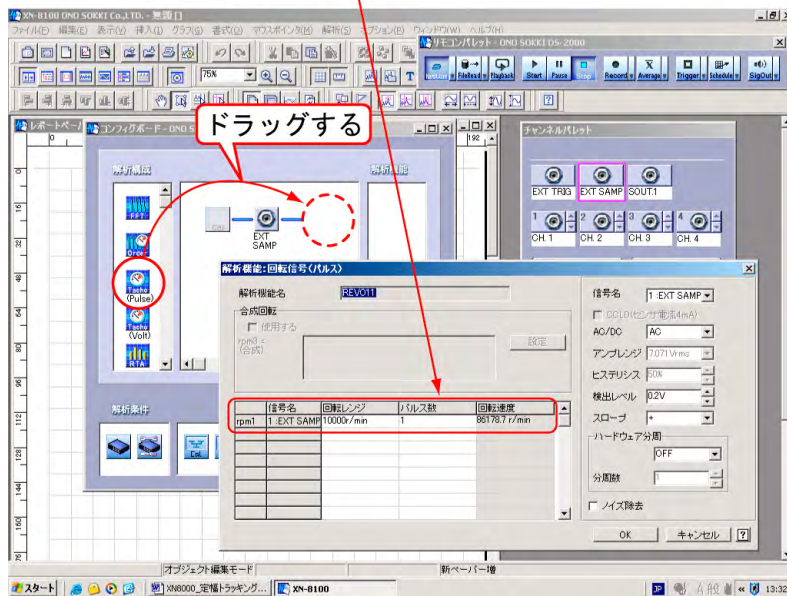

図 2
- ⑤ 解析構成の【Pulse】アイコンを [EXT SAMP] アイコンに接続するようにドラッグします。自動的に [回転信号 (パルス)] ページが開きます（図 2）。